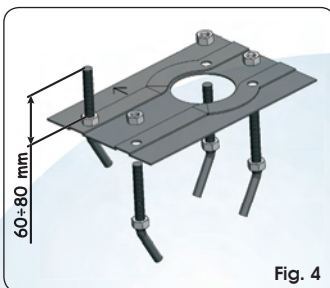

Fig. 4
1. Assembler la plaque de fondation d'après la Fig. 4.